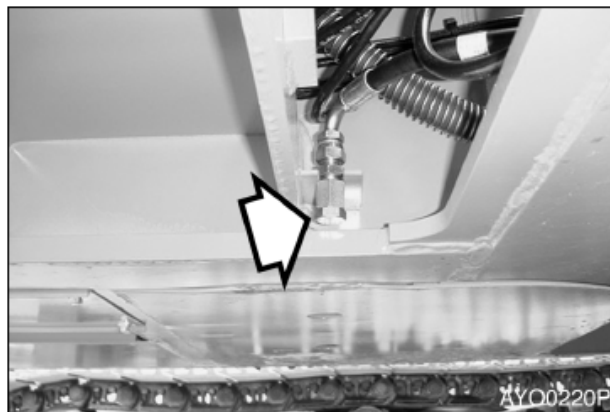

Рис. 67
2. Открыть сливное отверстие (рис. 67).